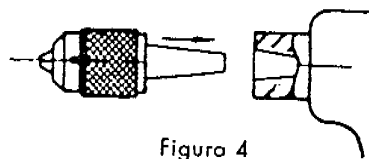

Figura 4
- a. Coloque el mandril portabrocas en el cabezal móvil ( Figura 4 ).